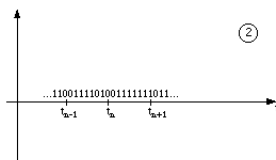

Abb. 3
- Seriell: nacheinander auf einem einzigen Draht (Abb. 3)